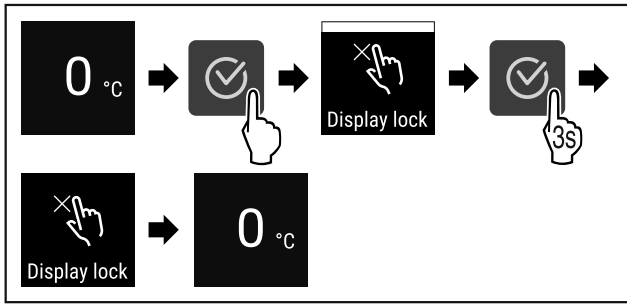

Fig. 97
- ▶ Végezze el a gyakorlati lépéseket (lásd Fig. 97).